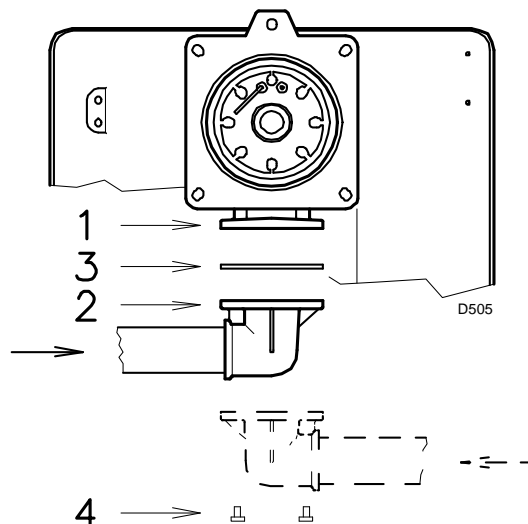

Fig. 17
- La rampe peut arriver par la droite ou par la gauche, au besoin, voir Fig. 17.
- La rampe gaz doit être reliée au raccord du gaz 1)(Fig. 17), par la bride 2), le joint 3) et les vis 4) fournis en standard avec le brûleur.